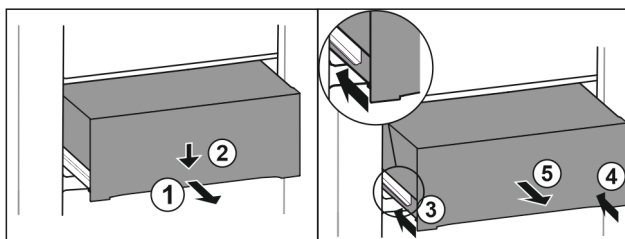

Fig. 140
- ▶ Zásuvku napůl vytáhněte. Fig. 140 (1)
- ▶ Stlačte zásuvku na přední straně dolů. Fig. 140 (2)
- ▶ Zasuňte levou kolejničku přibližně do 2 cm. Fig. 140 (3)
- ▶ Zasuňte pravou kolejničku přibližně do 2 cm. Fig. 140 (4)
- ▶ Vyjměte zásuvku dopředu. Fig. 140 (5)